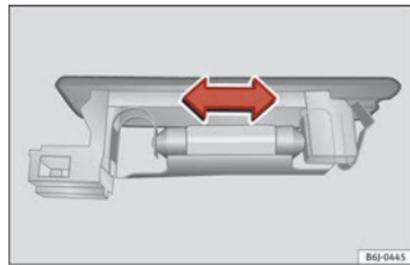

Abb. 119 Gepäckraumleuchte*
- Drücken Sie die Glühlampe zur Seite und nehmen Sie sie aus ihrer Halterung heraus »» Abb. 119.